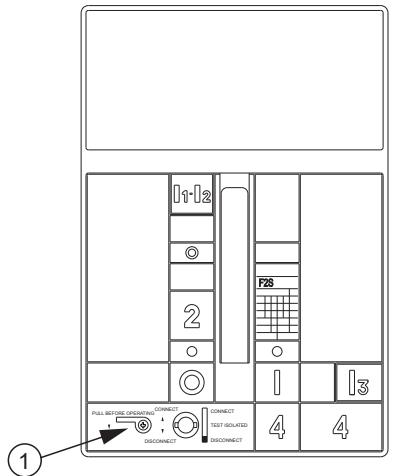

Fig. 1
c) l'eventuale pressione del pulsante (1) (fig.1/2) rende impossibile la manovra dell'interruttore stesso.
c) the accidental pressure of the push-button (1) (fig. 1/2) bring to lock the circuit breaker operativity.
c) macht das Drücken von Drucktaster (1) (Abb. 1/2) das Betätigen des Leistungsschalters unmöglich. SOFERN ES NICHT UNBEDINGT ERFORDERLICH IST. DEN DRUCKTASTER NICHT BETÄIGEN. Sollte es infolge unbeabsichtigten Drückens der Taste (1) erforderlich sein, wieder die normalen Betriebsbedingungen herzustellen, den beweglichen Teil in die Position «test isolated» bringen (Punkt 6) und die angegebenen Vorgänge in der umgekehrten Reihenfolge wiederholen, um den beweglichen Teil wieder in die Position «disconnected» zu bringen.
c) en appuyant sur le bouton-poussoir (1) (fig. 1/2) la manœuvre du disjoncteur est impossible. EVITER D'APPUYER SUR CE BOUTON-POUSSOIR SI CELA N'EST PAS EXPRESSEMENT DEMANDE.
c) la presión del pulsador (1) (fig. 1/2) inhibe la maniobra del interruptor.